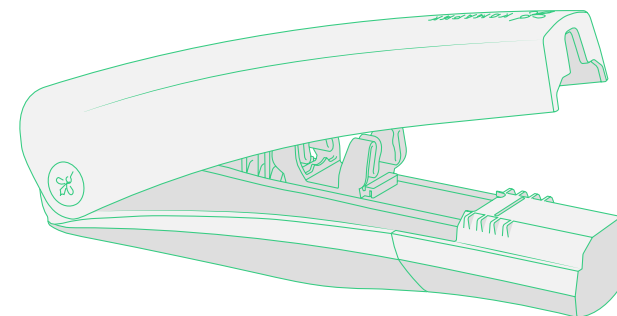

Рисунок 19 – Раскрытие изделия
2. Раскрыть изделие, рисунок 19: